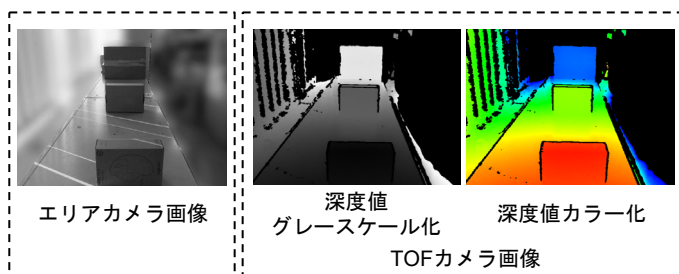

図2 エリアカメラとTOFカメラ画像化例
- 図2は、段ボールを配置したデータの一例です。TOFカメラでは、直接距離画像が得られますが、エリアカメラ2台を用いたステレオカメラでは、無地の段ボールの面では視差が求めにくく、正確に測距できません。